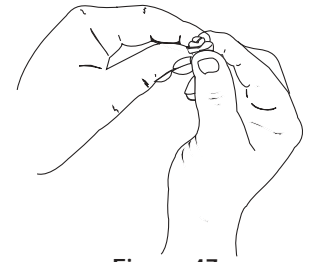

Figure 47
5. Apriete el filtro para esparcir y retirar el exceso de aceite (Fig. 47).